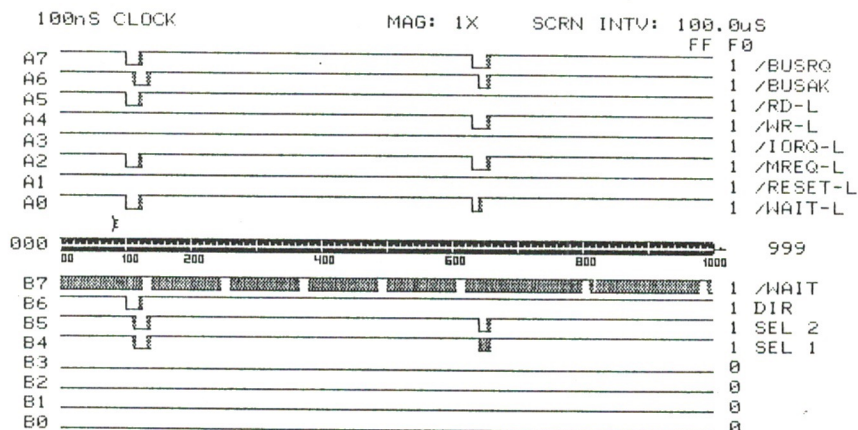

Abbildung 6: zeitliche Zusammenfassung des Handshake-Zyklus
- Abbildung 6 ist eine zeitliche Zusammenfassung der beiden darauffolgenden Timingdiagramme: sie stellen einen Handshake-Zyklus dar. Dies bedeutet, daß zuerst aus einer Speicherzelle gelesen wird und erst im Anschluß daran in diese geschrieben wird.